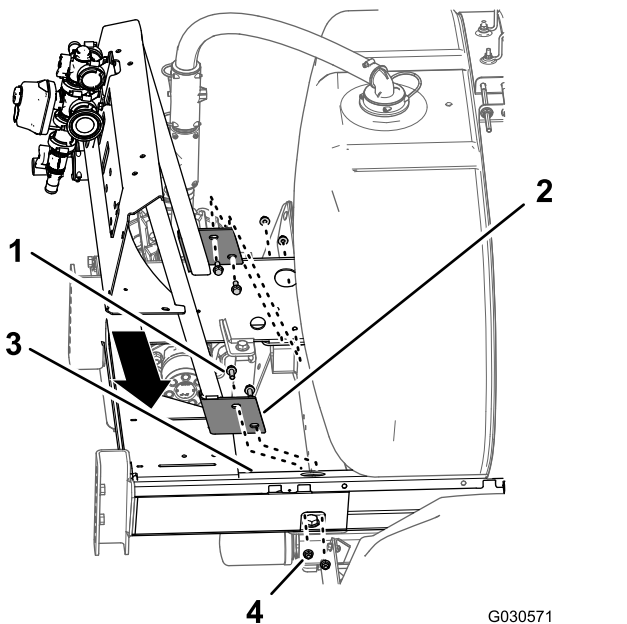

图 100
1. 将 10 阀系统歧管安装架法兰上的孔与打药车底盘框架上的孔对齐 图 100。
2. 使用在 18 卸下 3 喷洒臂段系统的歧管安装架 (页码 36) 的步骤 3 中卸下的 4 个凸缘头螺栓 $\frac{3}{8}$ x 1 英寸和 4 个凸缘锁紧螺母 $\frac{3}{8}$ 英寸将歧管安装架组装到打药车底盘图 100。